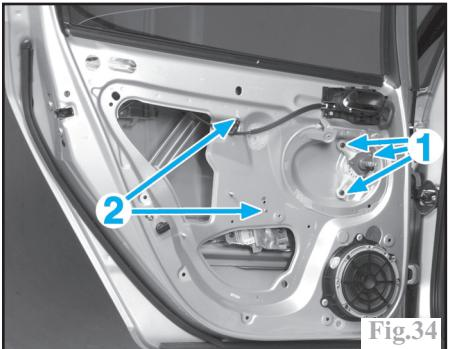

Fig.34
Déposer les 3 vis de fixation (1) du lève-glace mécanique ou du moteur de lève-glace (Fig.34).